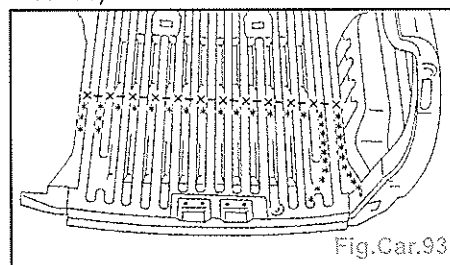

Fig.Car.93
- Dégraffer les points de soudure électrique à l'aide d'une fraise Ø 8 mm (Fig. Car.93).